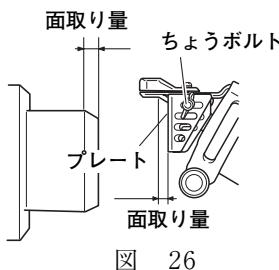

図 26
**注** • ビットの先端がホルダ、チップカバー (A) に接触していないことを確認してください。もし接触していましたら、もう一度ビットの長さを調整してください。
- (4) 面取り量 (図 26) の調節はちょうボルト 2 本をゆるめプレートを移動させます。